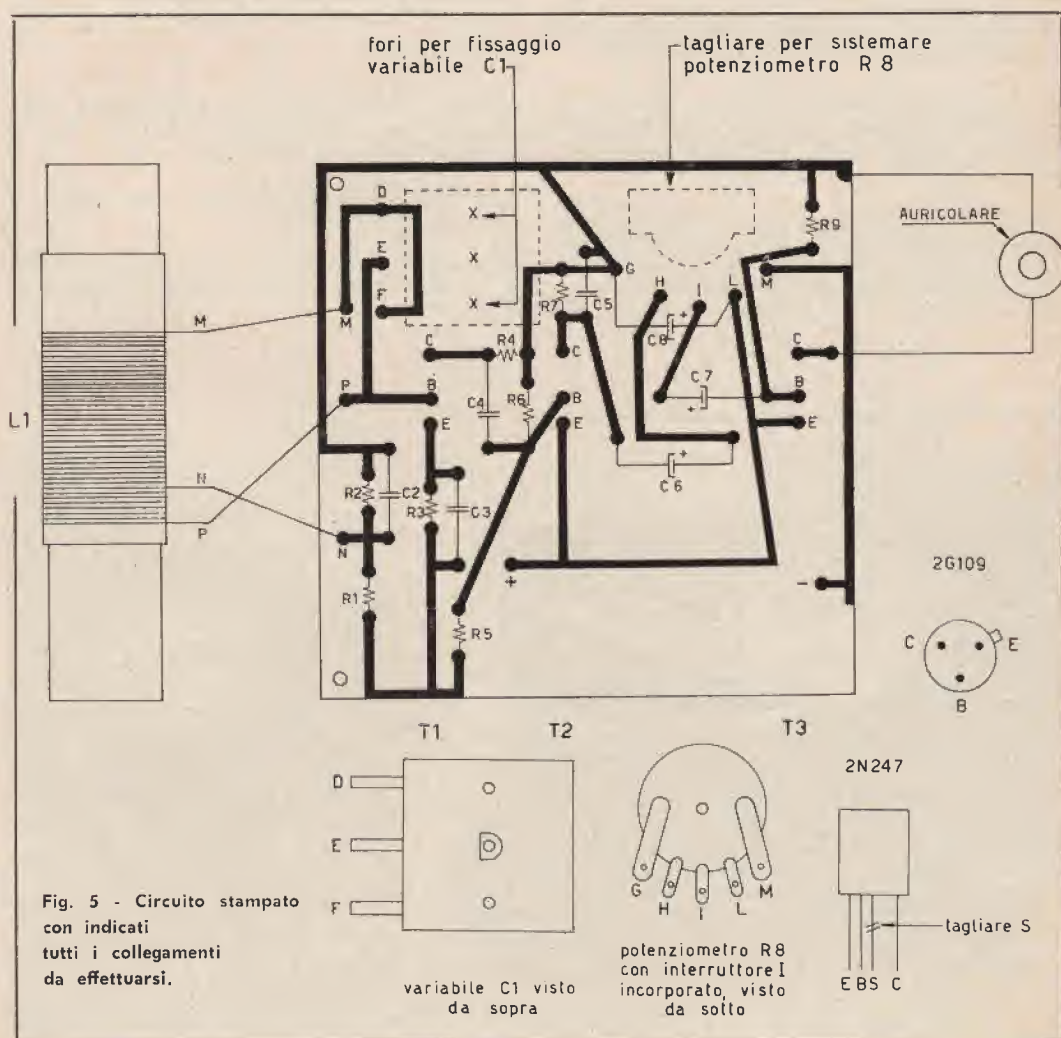

Fig. 5 - Circuito stampato con indicati tutti i collegamenti da effettuarsi.
7) a questo punto non resta che praticare nei punti terminali dei forellini con punta da trapano da 1 mm e quindi inserire i vari componenti tenendo presente per comodità il disegno di fig. 5. Le resistenze vanno sistemate verticalmente, e le saldature devono essere eseguite rapidamente e con saldatore ben caldo.